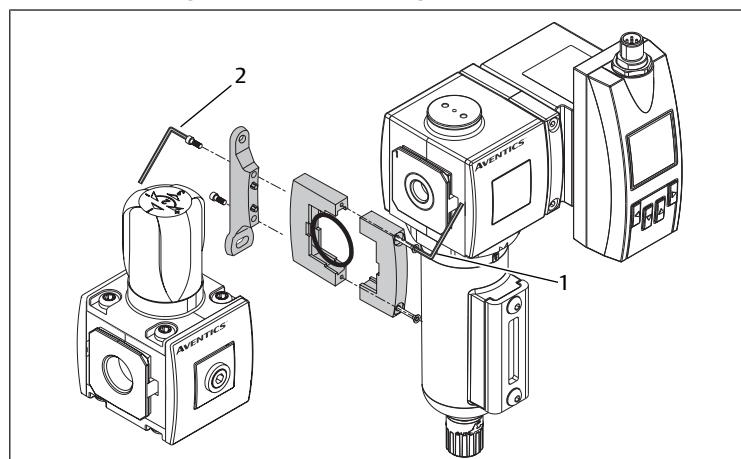

Bild 7: Montering med blockmonteringssats
- Montera produkten med blockmonteringssatsen. Se → Bild 7.